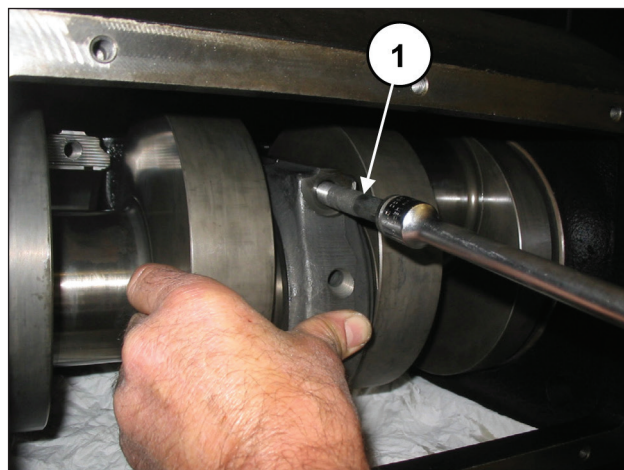

Рис. 60
Прикрепите головки к половинкам шатунов винтами M12x1,25x87 (поз. ①, Рис. 60).